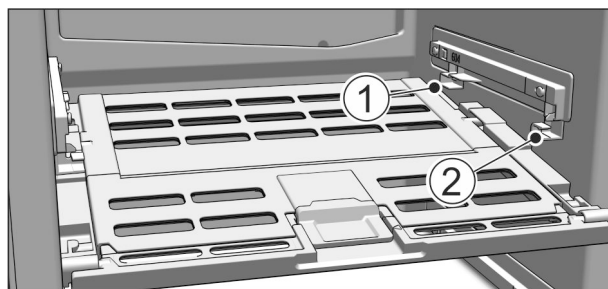

Fig. 51
- ▶ Introduceți capacul Fructe & legume mereu proaspete: Introduceți de jos ghidajele capacului în suportul de sprijin din spate Fig. 51 (1) și cuplați-le în față în suportul de sprijin Fig. 51 (2).